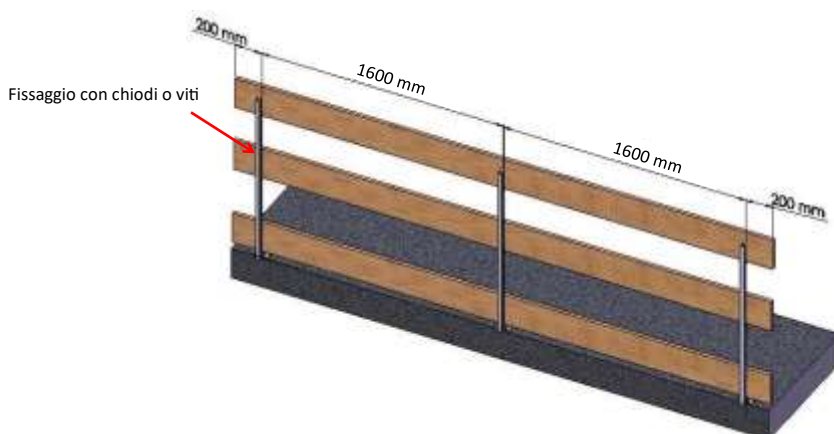

fig. 8
- Completare il montaggio del sistema di protezione provvisorio, inserendo negli appositi sostegni, le tavole (fig. 8 a pag. 9) in legno di abete o di altra essenza (classe minima di resistenza C16 – UNI EN 338), o con altri profili metallici in grado di resistere ai carichi richiesti dalla normativa UNI EN 13374;
- Le tavole (fig. 8) o i profili utilizzati devono essere integri sotto l'aspetto della resistenza e la loro lunghezza minima deve essere superiore di almeno 400 mm a due campate. (esempio: 1600 mm + 1600 mm + 200 mm = 3600 mm)